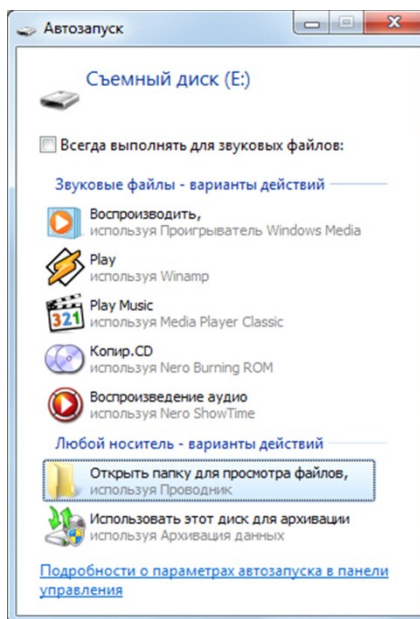

Рис. 9.2. Окно Автозапуск
3. Нажмите и удерживайте тампер контроллера (см. приложения 1 и 2), после чего нажмите и отпустите кнопку рестарта (Reset). В результате контроллер перезапустится в режиме накопителя данных (Mass Storage) и будет представлен в компьютере как съемный диск. В области уведомлений ОС Windows (в правом нижнем углу экрана) появится значок съемного устройства, и откроется окно *Автозапуск* (рис. 9.2). После этого тампер можно отпустить.